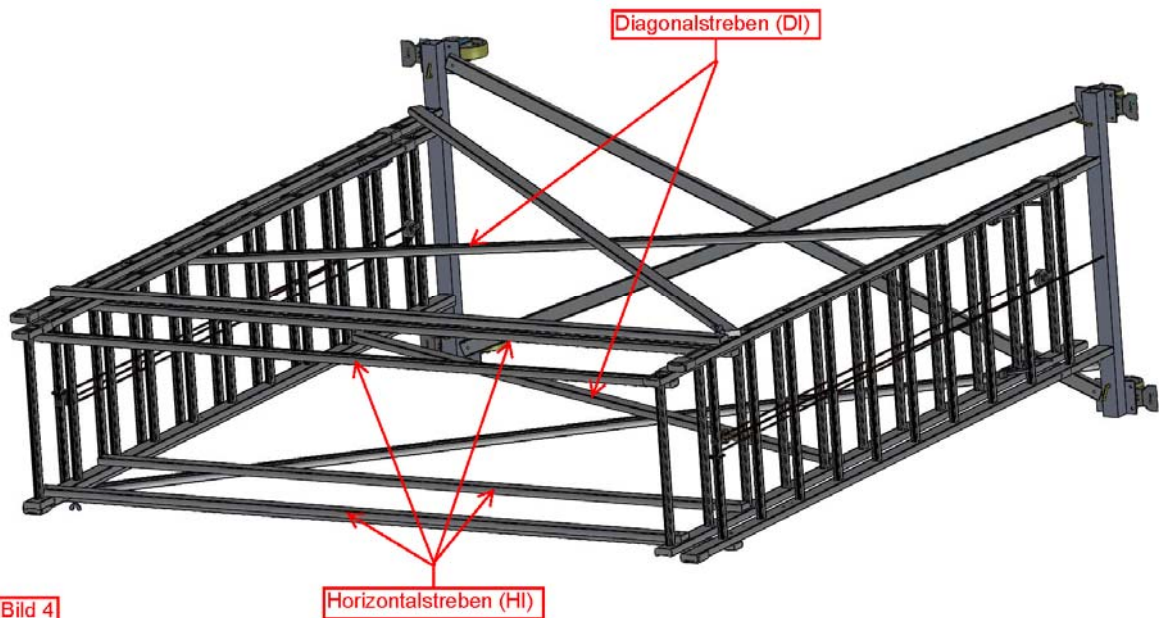

Bild 4
- 4.) Innenleitern mit den Horizontal- **(HI)** und Diagonalstreben **(DI)** wechselseitig von innen mit den Holmen verschrauben. Bild 4